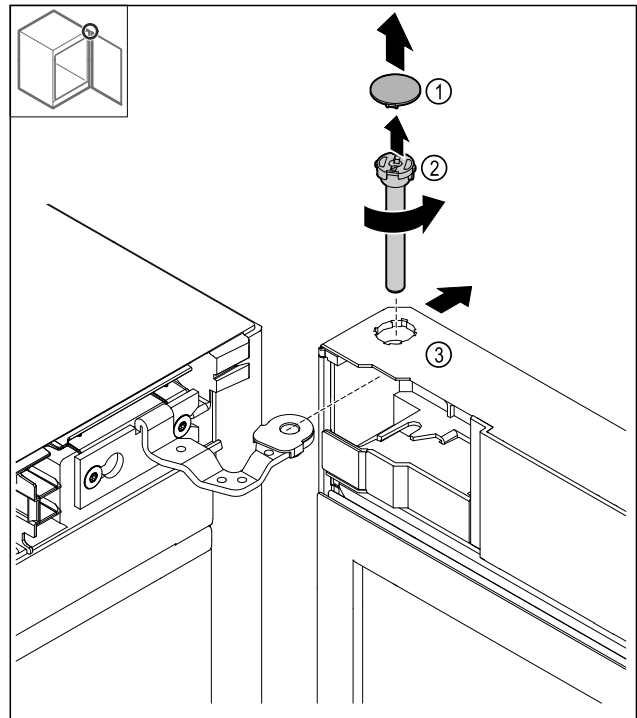

Fig. 19
- ▶ Zložte kryt Fig. 19 (1).
- ▶ Uvoľnite čap Fig. 19 (2) proti smeru hodinových ručičiek a vytiahnite ho.
- ▶ Zľahka naklopte dvere Fig. 19 (3).